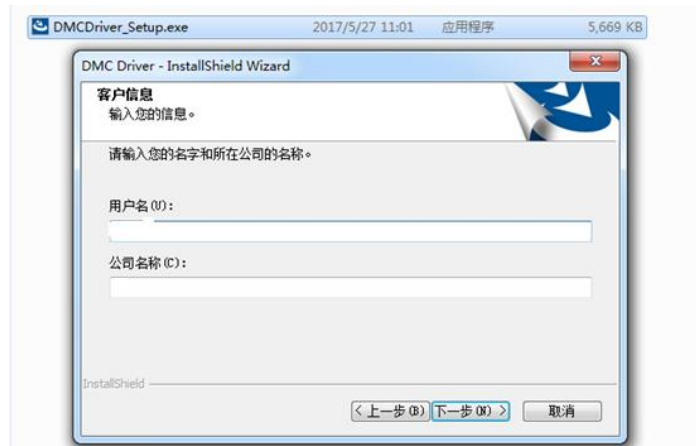

图 4.8 输入信息对话框
2、如图 4.8 所示，输入用户名和公司名称，点击“下一步”继续安装。